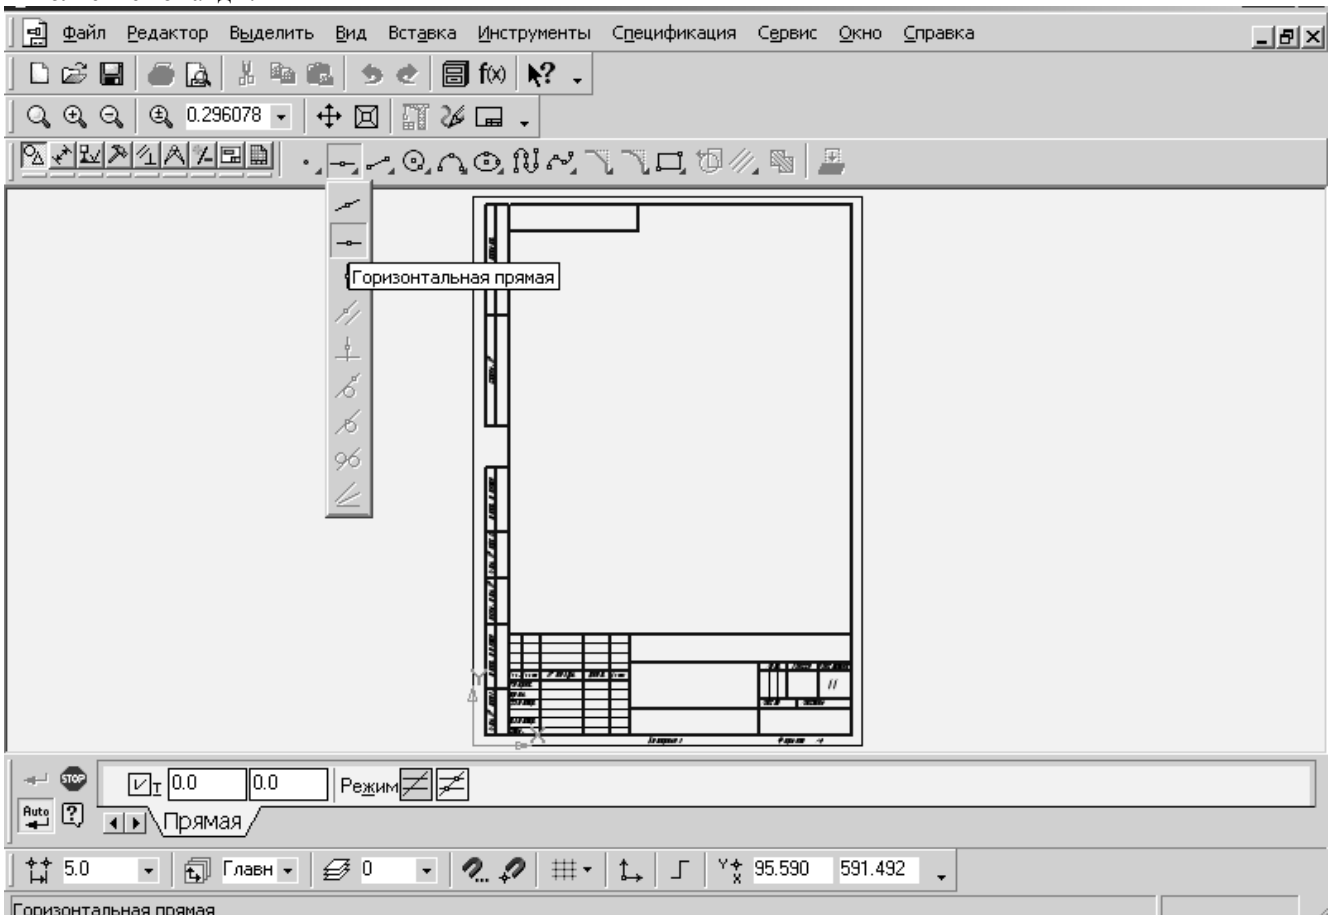

Рис.23.
2. Построить горизонтальную вспомогательную прямую. Для этого на **компактной панели** в меню **Геометрия** во вкладке выбрать команду **Горизонтальная прямая** (рис.23). Произвольно указать положение основания планки нажатием левой кнопки мыши. Прервать нажатием кнопки **STOP** **Панели свойств** прямой выполнение команды.